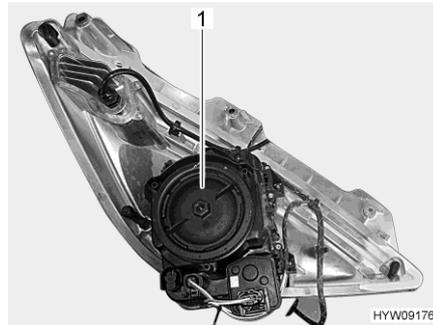

Fig. 161 Faro delantero (lado trasero)
- Girar la tapa de la caja (Fig. 161,1) en sentido contrario a las agujas del reloj y quitarla.
- Colocar la tapa de la caja (Fig. 161,1) y apretarla en sentido de las agujas del reloj.